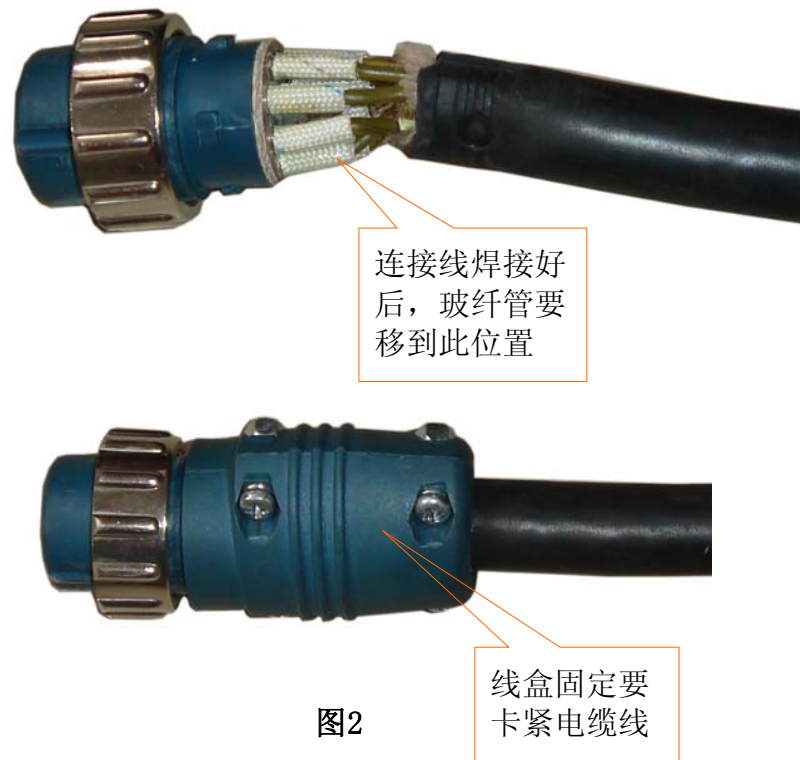

图2
- 3、焊接前连接线要套上玻纤管, 焊完后并清理焊渣移动玻纤管套紧焊接处, 如图2所示;
- 4、线盒安装要调好位置方可固定、牢固, 如图2所示;